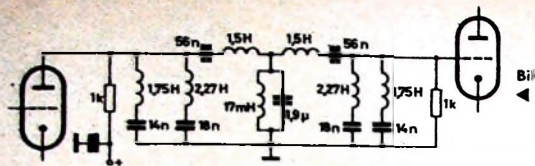

Bild 7. Schaltung des CW-Filters für 800...1000 Hz
Mit Hilfe der Tab. I zu entnehmenden Blindwiderstände R kann man nun die verschiedenen Induktivitäten und Kapazitäten nach Gl. (7) und Gl. (8) berechnen. Bild 7 zeigt die dimensionierte Schaltung des Bandpasses. Auch in diesem Fall sind Bauelemente im Längsweig zusammen-